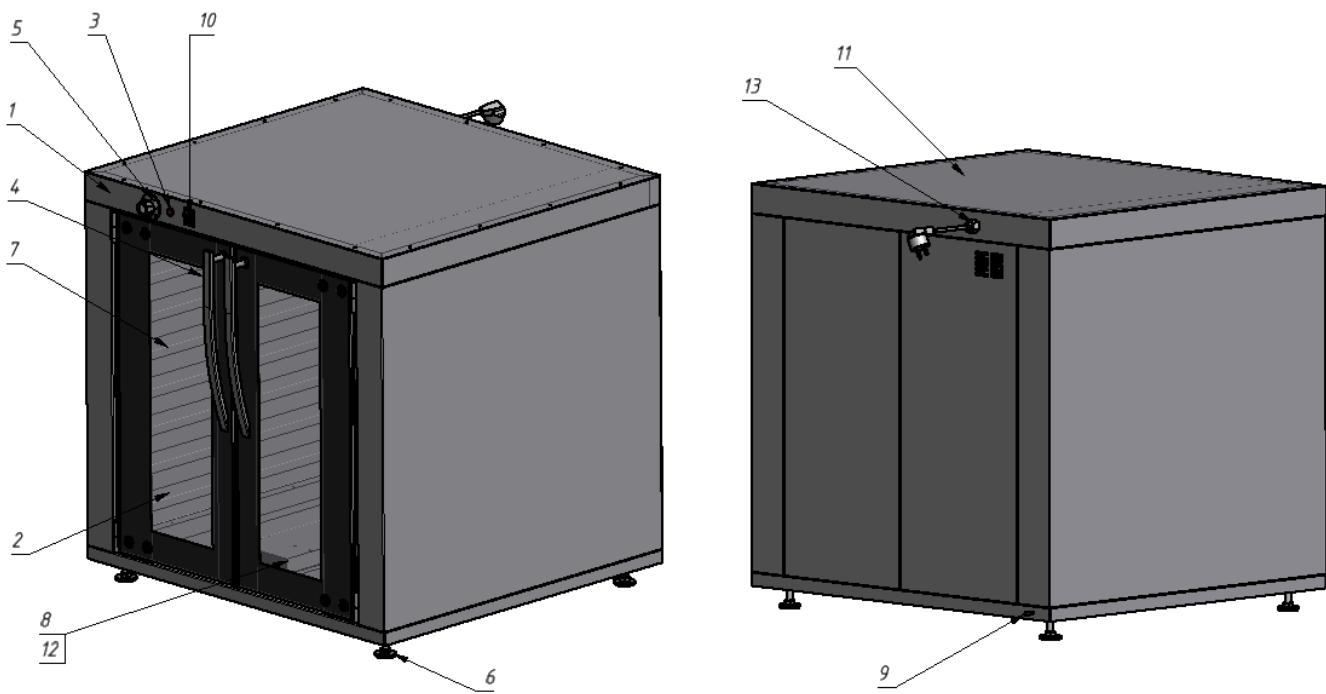

Рис. 2
- 5.3. Подсоединить заземление корпуса установки рис.2 поз.9 к заземляющему контуру помещения согласно ГОСТ 27570.0-87.
- 6.3. Нажать кнопку переключателя поз.10 рис.2.
- 6.4. Задать необходимую температуру расстойки поворотом ручки терморегулятора поз.5 ,рис.2., загорится сигнальная лампочка поз.3 рис.2. При этом установка начинает работать в режиме «Расстойка» (ТЭН нагревает воздух в камере). В дальнейшем терморегулятор будет поддерживать заданную температуру в камере. Более точную температуру расстойки теста задать опытным путем.
- 6.5. При необходимости для увлажнения теста и препятствию образования корочки в ванночку поз.8 (Рис.2) наливают воду. Пополнять воду в ванночке по мере испарения, не допуская переливания воды через край.
- 6.8. При окончании работы установки выключить кнопочный переключатель поз.10 рис.2, провести чистку рабочей камеры специальными чистящими средствами, обмыть и вытереть насухо.